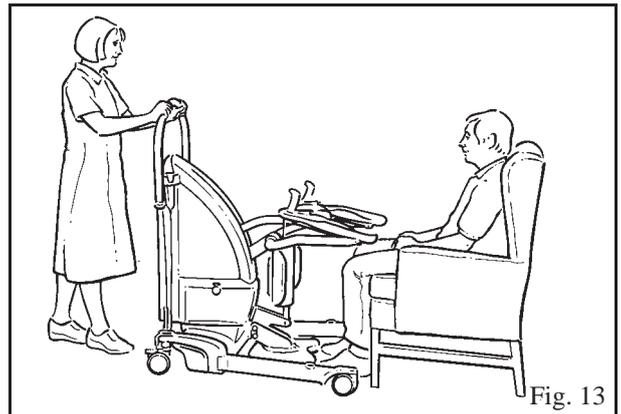

Fig. 13
3. Ponendosi frontalmente al paziente, avvicinare il sollevapazienti e fermarsi prima che poggiatesta e Proactive Pad siano a contatto con il paziente (vedere Fig. 13).